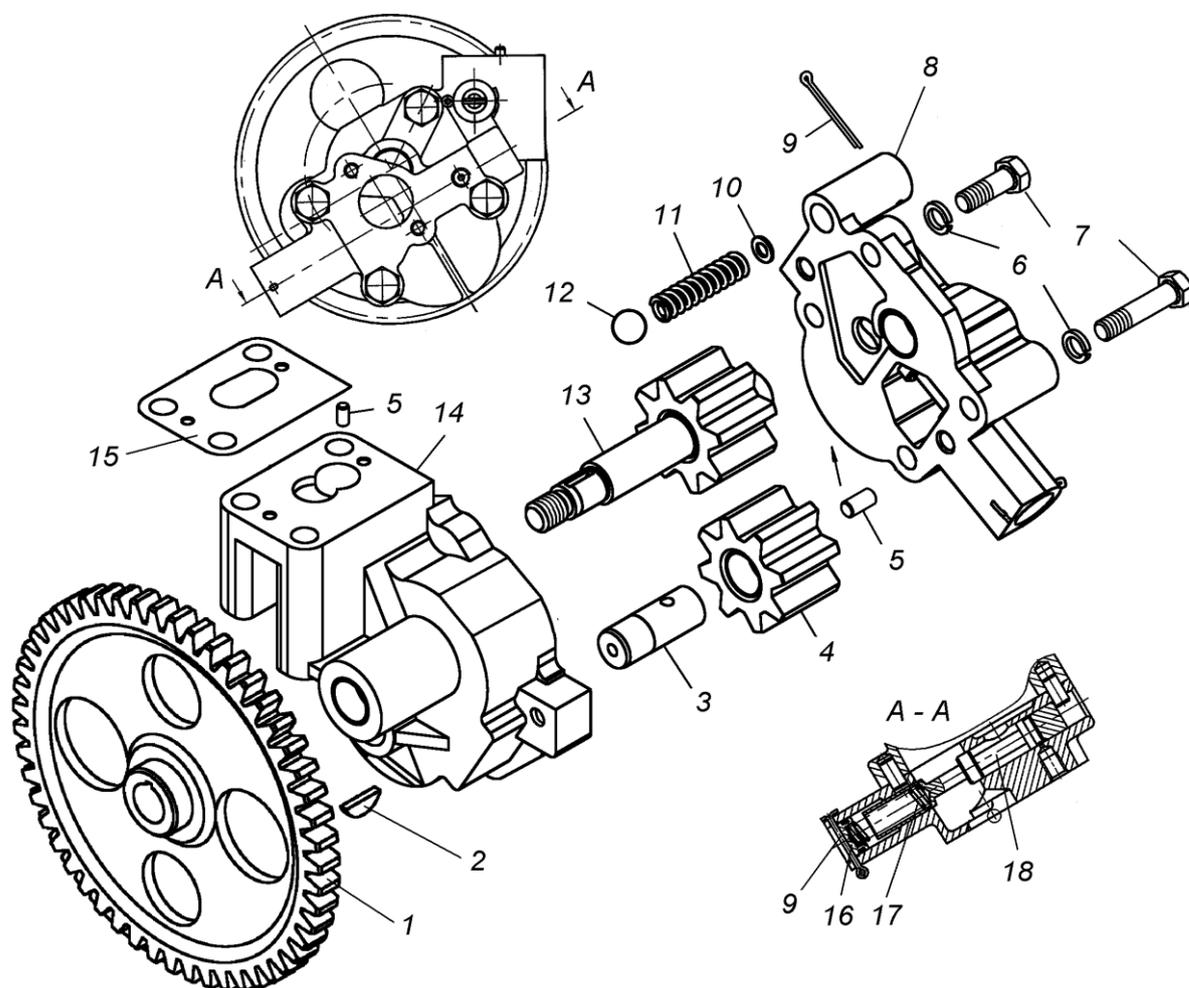

Рисунок 7 – **Масляный насос:**
**Масляный насос** (рисунок 7) создает необходимое давление в смазочной системе и подает масло под давлением к трущимся поверхностям деталей двигателя. Насос шестеренный, односекционный, с приводом от шестерни носка коленчатого вала. Ведущее зубчатое колесо, напрессованное на передний носок коленчатого вала, имеет 64 зуба, ведомое - 52. Насос установлен внутри поддона двигателя и крепится к нижней части блока цилиндров болтами.